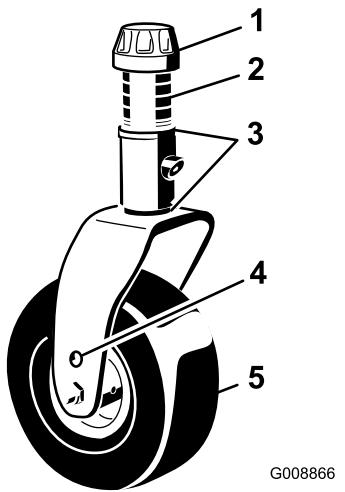

Рисунок 18
5. Снимите колпачковую гайку с вала шпинделя и извлеките шпиндель из рычага поворотного колеса (Рисунок 18).